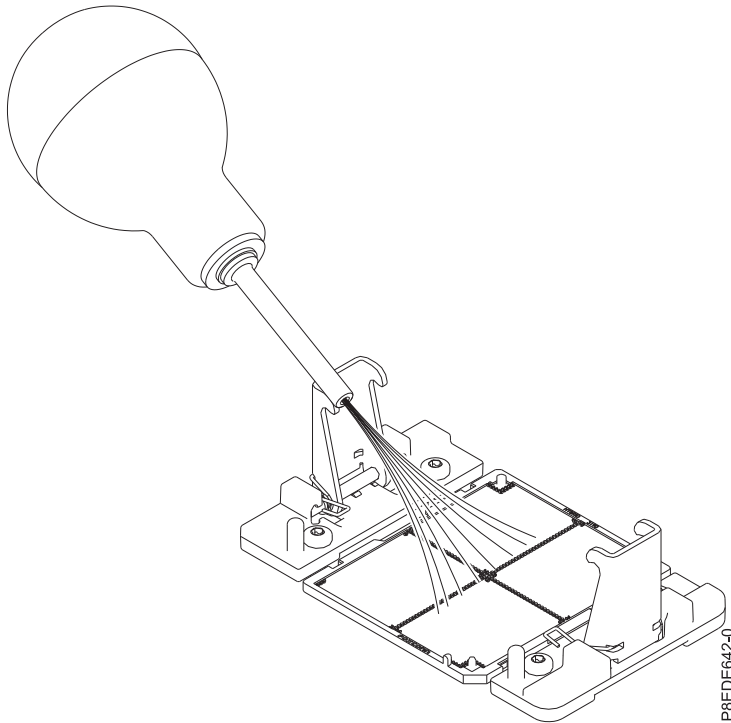

Figure 36. Retrait de la poussière et des particules du support du processeur système.
- a. Si de la poussière ou des particules sont présentes sur le support du processeur système, utilisez la pompe à air fournie (référence 45D2645) pour nettoyer le support. Dirigez de petits jets d'air depuis le centre vers les côtés du support, comme illustré dans la figure 36, à la page 36.